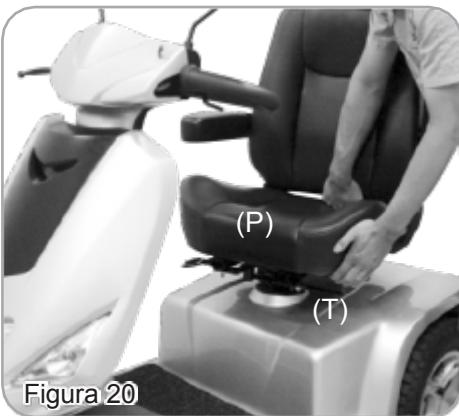

Figura 20
1. Rimuovere la carenatura posteriore (Z) tirando verso l'alto (Figura 20).